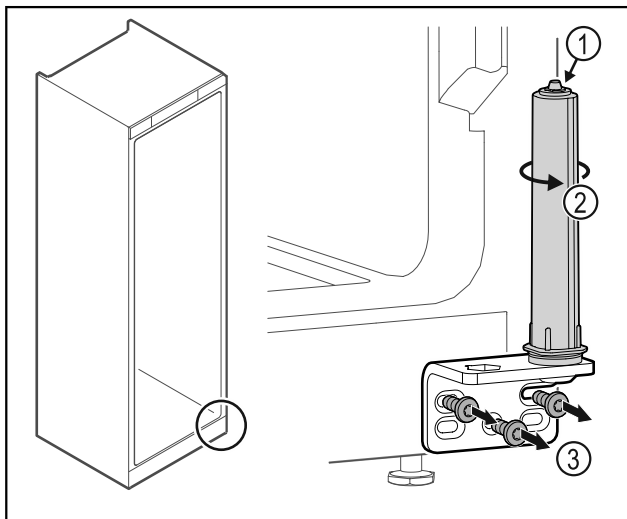

Fig. 34
- ▶ Ärge võtke ukseelukustussüsteemi lahti Fig. 34 (1).
- ▶ Keerake sulgemissüsteemi Fig. 34 (2), kuni see klõpsub.
- ▶ Kruvige šarniirnergik Fig. 34 (3) maha.